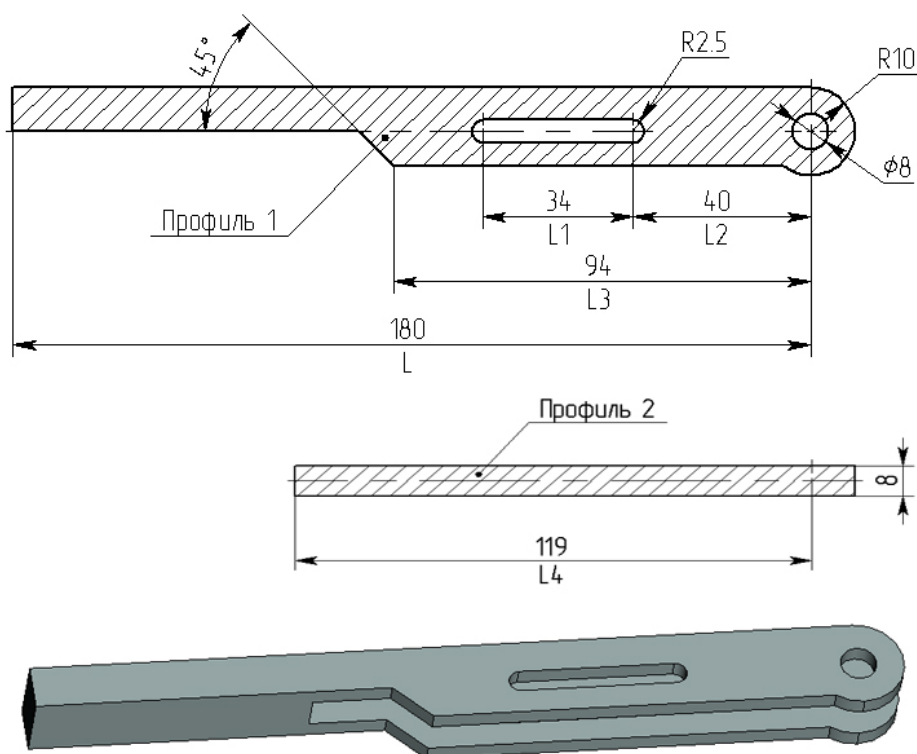

Рисунок 12 – Чертеж и 3D модель детали «Рычаг»
- Создать на рабочей плоскости «Вид сверху» профиль 2 (Рисунок 12)